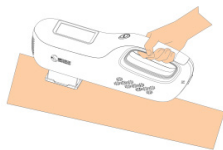

图 4-8 主机放置位置
6、将主机按如图 4-8 所示的位置放置在受试者的上肢前臂屈侧。